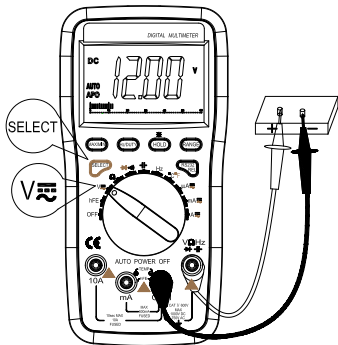

图 2
1. 将功能/量程开关旋至交直流电压，红黑表笔分别插入“VΩHz”和“COM”孔中，按“SELECT”键选择直流电压，如右图 2 所示。